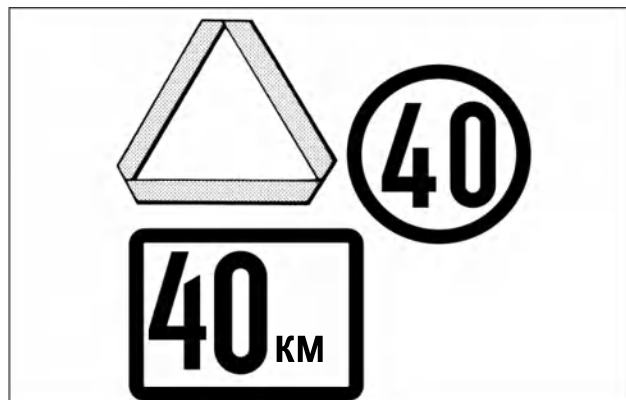

Рис. 2-44
- Убедитесь, что трактор и оборудование оборудованы знаками медленно движущегося транспортного средства или проблесковыми маячками, если этого требуют местные законы (рис. 2-44 и 2-45).